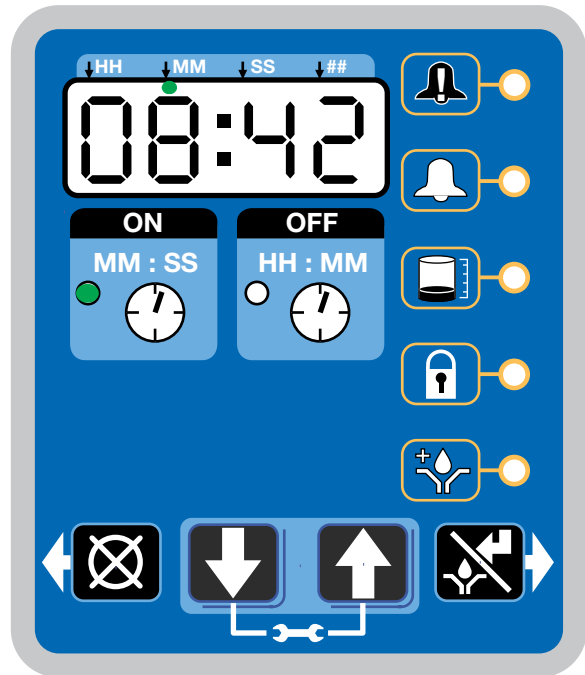

FIG. 33
- Cuando el recuento de tiempo OFF llega a cero, la bomba de lubricación automática G5 activa la bomba y funciona durante el ciclo de tiempo ON programado (Fig. 33).
- El ejemplo mostrado en la FIG. 33 indica un tiempo ON de 8 minutos y 42 segundos antes de la finalización del ciclo de lubricación.